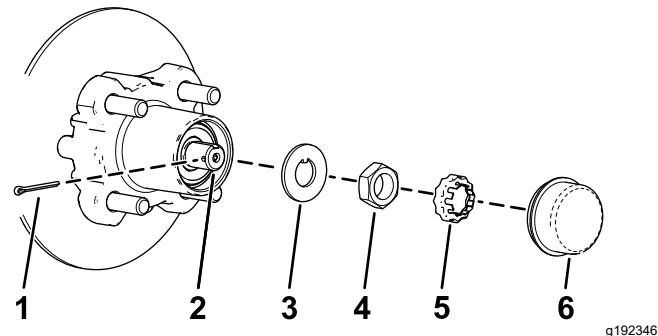
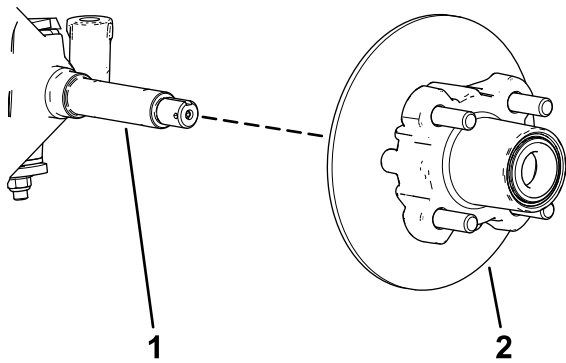

Figure 35
Figure 36
4. Déposez le couvre-moyeu du moyeu (Figure 35).
5. Retirez la goupille fendue et l'arrêt d'écrou de la fusée et de son écrou (Figure 35).
6. Retirez l'écrou de la fusée et déposez l'ensemble moyeu et disque de la fusée (Figure 35 et Figure 36).